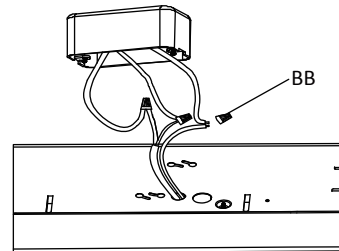

Figure 10
3. Retirer la gaine du tube thermorétractable des extrémités des fils noir, blanc et verts afin d'exposer les fils de cuivre avant de connecter les fils c.a. aux fils correspondants (NOIR avec NOIR, BLANC avec BLANC et VERT avec VERT) dans la boîte de jonction et rattacher à l'aide des capuchons de connexion (Pièce BB) (Figure 10).
NOTE: - Pour une bonne connexion, apposer les capuchons de connexion (BB) sur les fils et tourner dans le sens des aiguilles d'une montre jusqu'à ce qu'ils soient bien serrés (Figure 10)